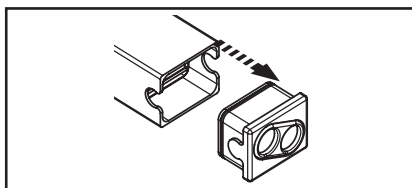

fig.2 Tappo di chiusura sul contenitore
2. Aprire il contenitore rimuovendo il tappo di chiusura (fig. 2).